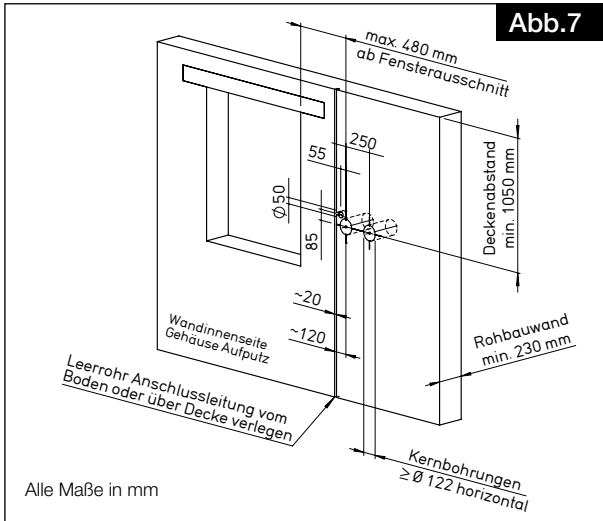
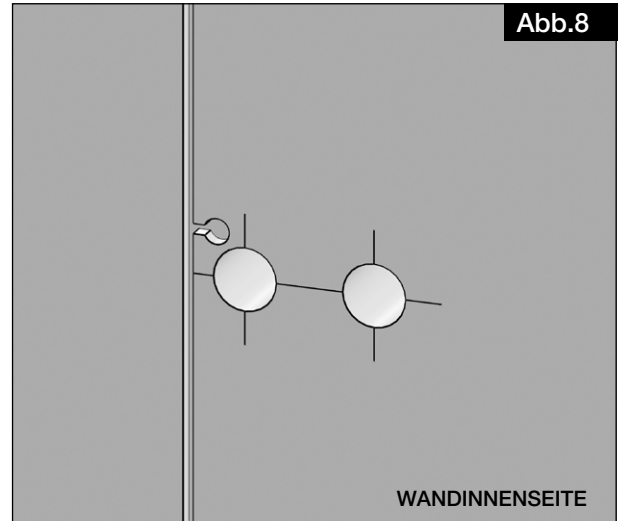

Abb.7
Abb.8
3. Den Kabelkanal fräsen (siehe Abb.7/Abb.8).